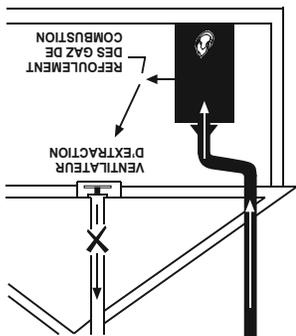

FIGURE 3
- Ne pas installer le chauffe-eau à proximité d'un appareil qui déplace de l'air. Le fonctionnement d'appareils déplaçant de l'air tels que les ventilateurs d'extraction, systèmes de ventilation, sècheuses, foyers, etc. peut perturber le fonctionnement du chauffe-eau. Une attention particulière doit être accordée aux conditions pouvant être créées par ces dispositifs. Le refoulement du gaz de combustion peut produire une augmentation du monoxyde de carbone à l'intérieur de l'habitation (Figure 3).